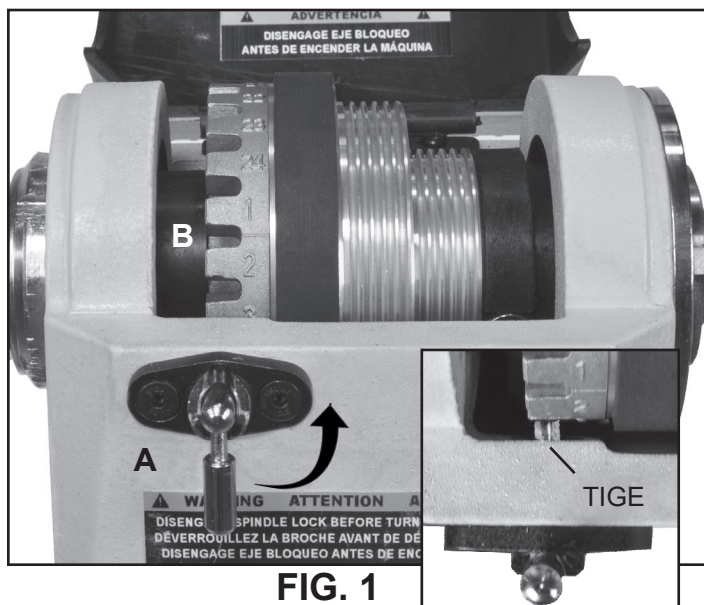

FIG. 1
1. **BLOCAGE DE LA BROCHE:** La tige à ressort (#29B, FIG. 1, A) est utilisée pour placer la broche pour réaliser des opérations avec un espacement précis comme des cannelures, des rainures, du perçage, de la sculpture de détails, de la pyrogravure et du traçage.
2. **DÉTENTES DE LA POUPÉE FIXE :** (FIG. 1, B) La plus grosse poulie de la broche (#7B) possède 24 trous situés sur son côté gauche. Chaque trou est espacé de 15°, et marqué pour référence sur le périmètre de la poulie. Insérez la tige de blocage (A) dans un de ces trous, et la broche sera bloquée de manière à pouvoir travailler sur la pièce. Voir page 14 pour plus de détails.